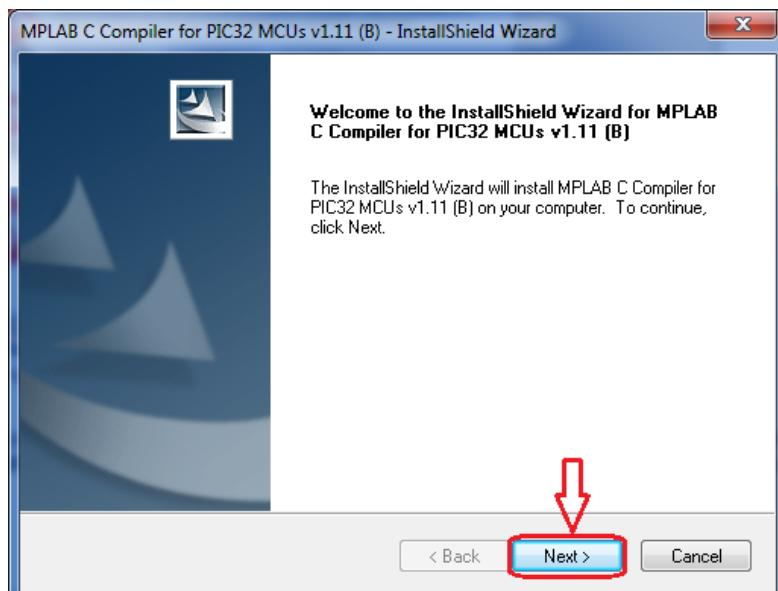

Figura 3.18 - Janela de boas vindas do instalador do compilador C32.
- 2) No passo seguinte aparecerá uma tela de boas vindas à instalação. **É importante que você já tenha instalado o MPLAB em sua máquina e que este não esteja aberto.** Clique em “Next” para continuar (ver Figura 3.18).